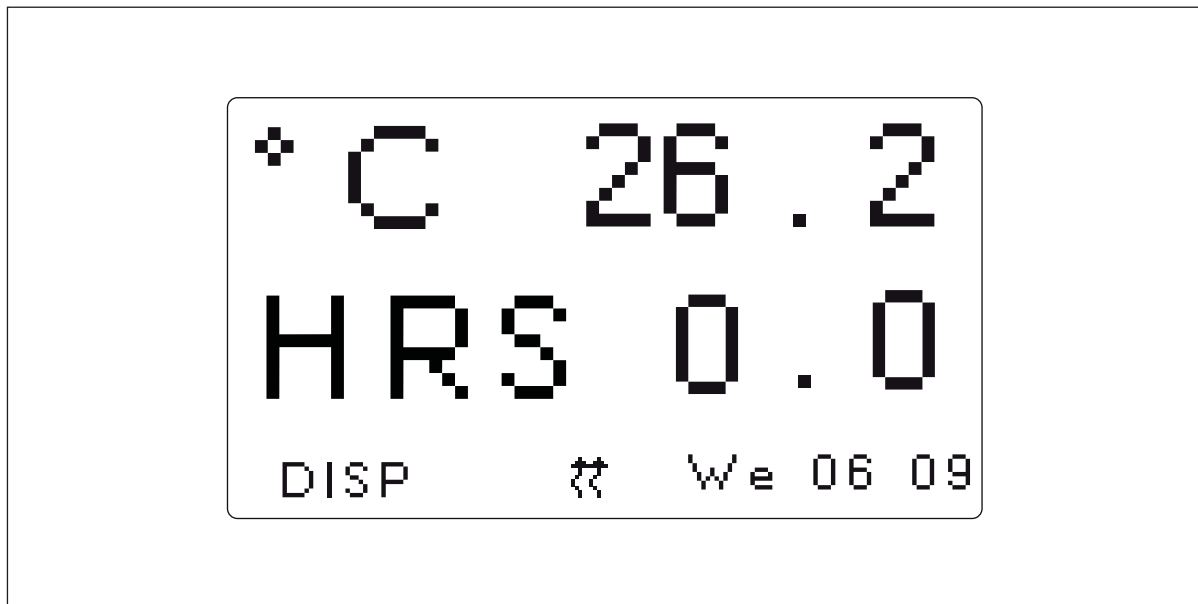

Fig. 5-3: Paramètre d'affichage changé
4. Appuyer sur le bouton de commande pour régler et sauvegarder le paramètre (voir Fig. 5-3 à la page 47).